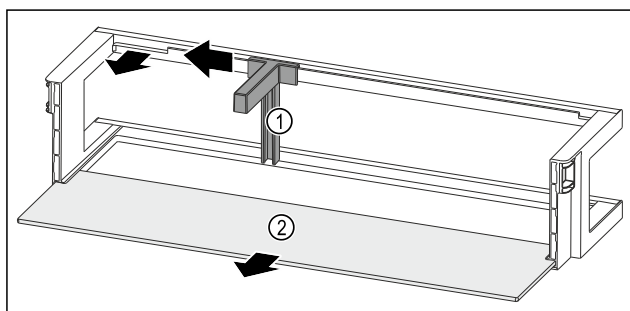

Fig. 93 Dørhylde med flaskeholder og hylde
- ▶ Skub flaskeholderen Fig. 93 (1) til siden indtil udsparringen.
- ▶ Tag flaskeholderen Fig. 93 (1) ud.
- ▶ Tag hylden Fig. 93 (2) ud.